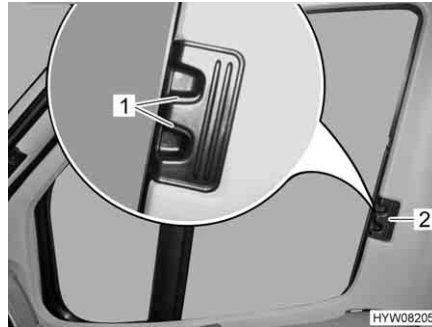

Bild 57 **Faltverdunklung für Fahrer-/ Beifahrerfenster**
- Entriegelungsgriffe (Bild 57,1) zusammendrücken und gedrückt halten.
- Die Faltverdunklungen für das Fahrerfenster und das Beifahrerfenster am Griff (Bild 57,2) zur anderen Fensterseite ziehen und an den Magnetstreifen aneinanderfügen.
- Die Faltverdunklungen für das Fahrerfenster und das Beifahrerfenster am Griff (Bild 57,2) bis zum Anschlag einschieben.
- Entriegelungsgriffe (Bild 57,1) loslassen und einrasten lassen.